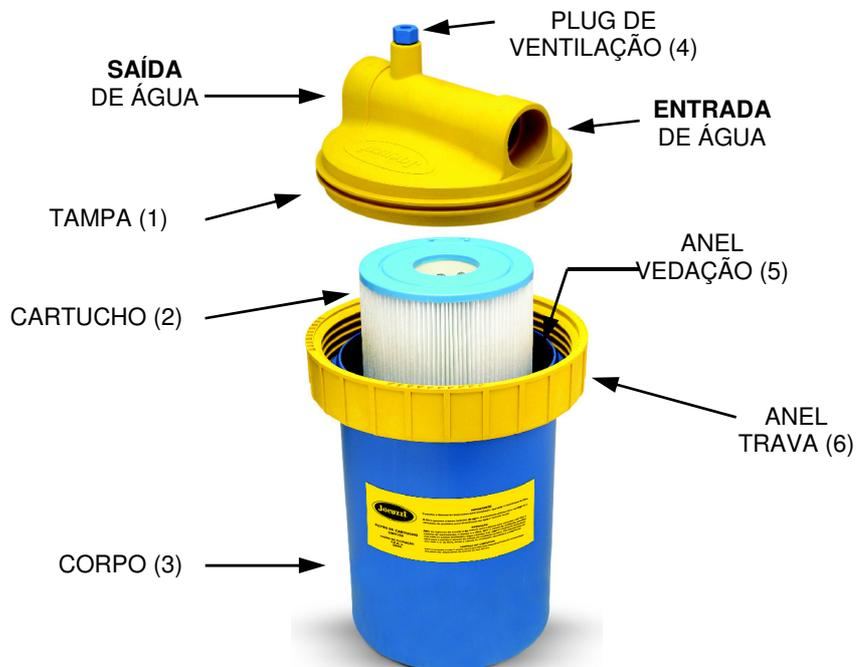

Figura 1
Os filtros série CWF são construídos em material termoplástico reforçado sendo constituídos de um corpo provido de plug de drenagem e uma tampa dotada de plug de ventilação, de um elemento filtrante tipo cartucho, formado por manta de poliéster plissada, que propicia uma grande área de exposição e capacidade de retenção de partículas de até 25 micra (figura 1), e bomba tipo auto-escorvante, monofásica, da série A, construída também em material termoplástico reforçado, com pré-filtro incorporado com tampa transparente, e vedação por selo
3. Abra o plug de ventilação do filtro (figura 1 (4)), girando-o uma volta no sentido anti-horário. Retire o plug do dreno, para a drenagem da água contida no filtro.
4. Retire o anel trava do filtro (figura 1 (6)). Não é necessário o uso de ferramentas, pois ele é apertado manualmente.
5. Remova o corpo do filtro (figura 1 (3)) e o cartucho (figura 1 (2)), de seu interior.
3. Limpe o anel de vedação do corpo do filtro (figura 1 (5)) e recoloque-o no seu alojamento.
5. Encaixe o corpo sob a tampa do filtro (figura 1 (1)) e recoloque o anel trava, apertando-o firmemente com a mão.